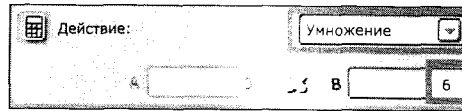

Рис. 43. Настройки блока **Математика**
9. Выставьте настройки блока **Математика**, как указано на рис. 43.